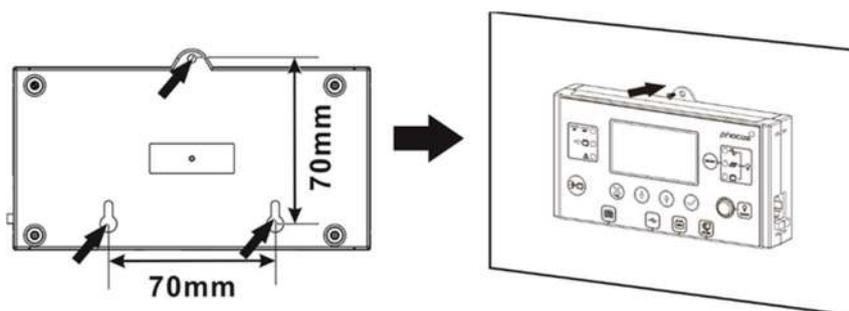

Fig. 12 : Emplacements de montage d'affichage à distance
5. Percer les trois trous de montage dans les distances marquées de 70 mm, 2,76 pi (**Fig. 12**, gauche). Utilisez M3, taille no 4 vis de diamètre. Les têtes de vis doivent être comprises entre 5 et 7 mm, 0,2 et 0,3 po. Vissez les deux vis inférieures dans le mur où le module d'affichage doit être monté et laissez les têtes de vis dépasser de 2 mm, 0,08 po. du mur. Faites glisser l'écran vers le bas sur les têtes de vis saillantes. Maintenant, insérez et serrez la troisième vis en haut (**Fig. 12**, droite).